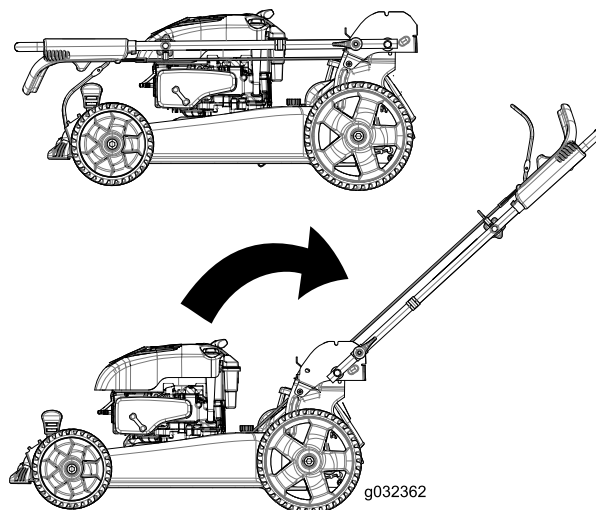

Figure 3
1. Ramenez le guidon en arrière à la position d'utilisation (Figure 3).